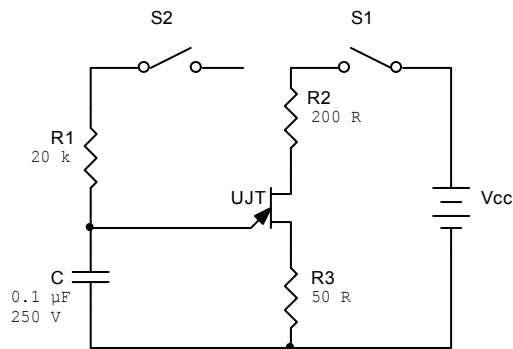

Figure 6-1 : Oscillateur à relaxation.
5. *Montez le circuit de la figure 6.1.*